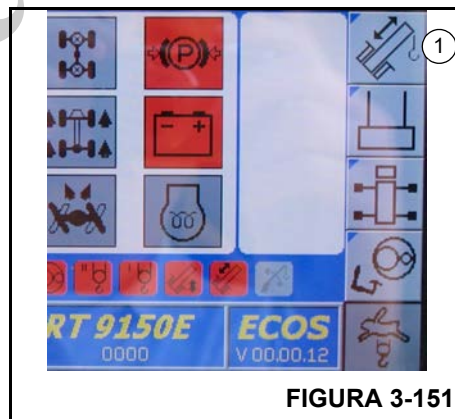

FIGURA 3-151
Se necessário, abra o menu principal pressionando o botão *Esc* e pressionando o botão F5 (1) uma vez (Figura 3-151).